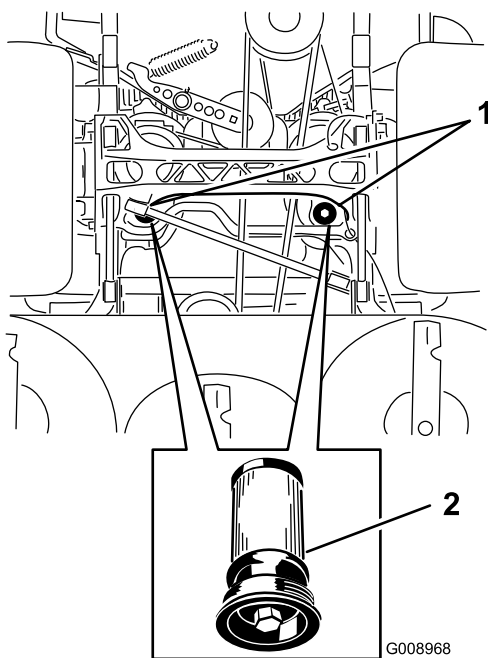

Figura 91
5. Coloque un recipiente debajo del filtro, retire el filtro usado y limpie la superficie (Figura 91).
6. Aplique una capa fina de aceite hidráulico a la junta de goma del filtro nuevo (Figura 91).